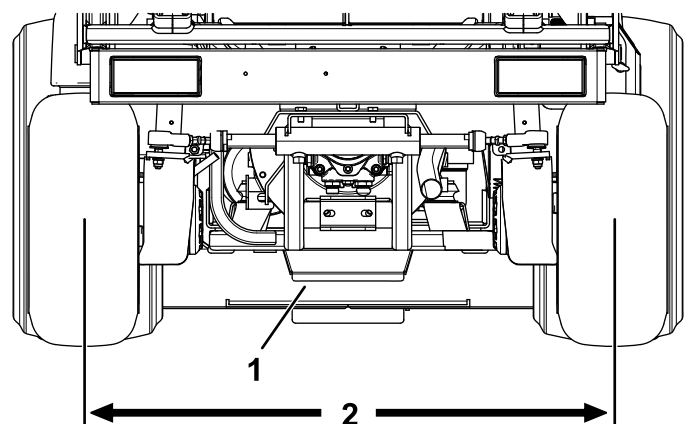

図 69
2. 右タイヤの中心線からと左タイヤの中心線までの距離が、タイヤの前後で等しくなるように、タイロッドを回して調整する 図 69。